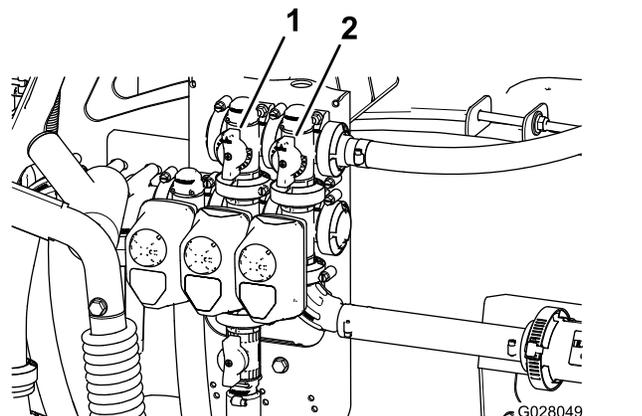

図 31
11. 攪拌バルブの背面についている攪拌バイパスバルブ 図 31 を使って、水圧計の読みが 6.9bar になるように調整する。
9. マスターブームバイパスハンドルを使ってタンク内の攪拌動作を調整する 図 31。